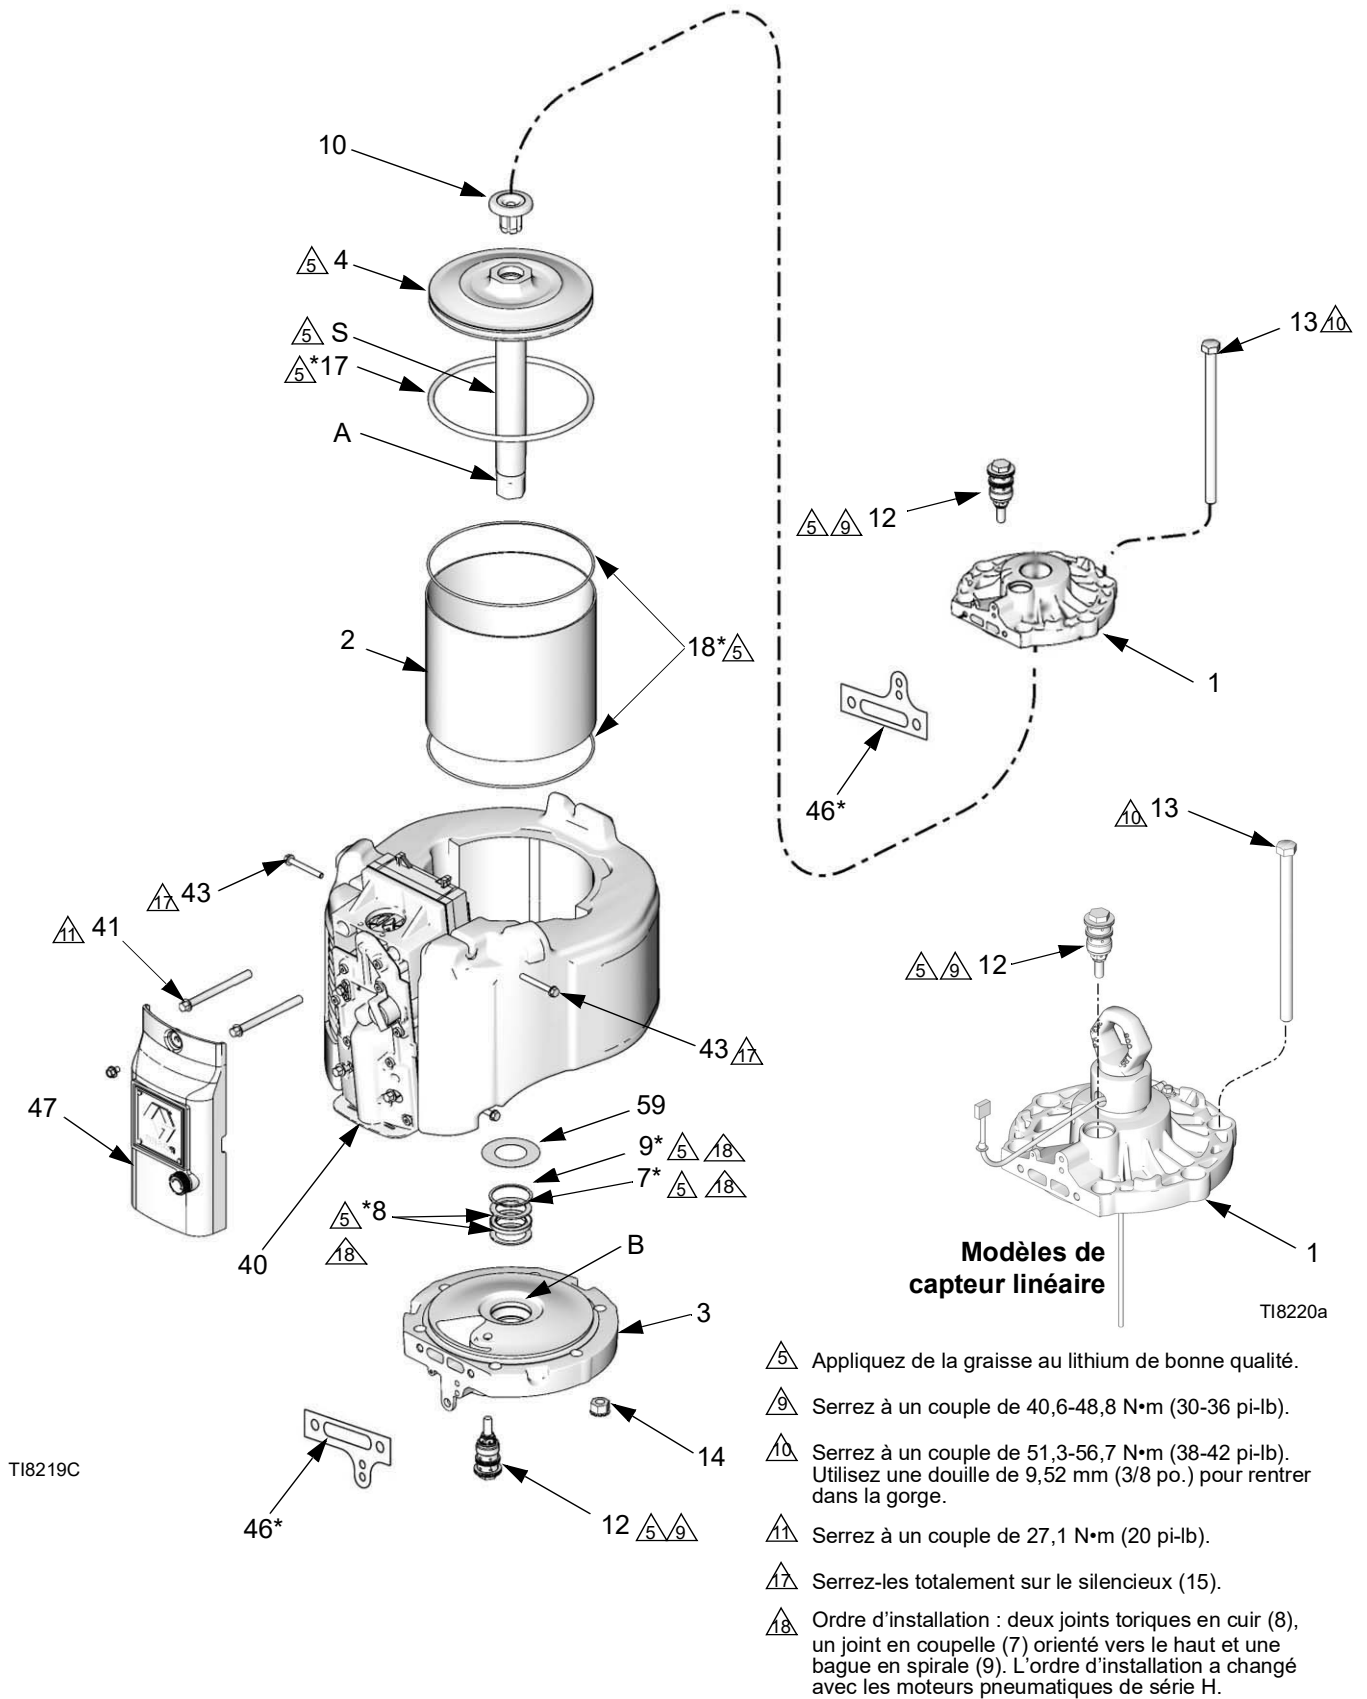

FIG. 12. Réparation du moteur pneumatique
5. Retirez le capot de vanne extérieure (47). Consultez la FIG. 12.
6. Retirez les quatre vis (43) et le silencieux (15).
7. Retirez les deux vis supérieures de la vanne d'air (41). Desserrez, mais sans les retirer, les deux vis inférieures (41). Inclinez la vanne d'air (40) pour faciliter le démontage.
8. Retirez les boulons d'accouplement (13). Utilisez un maillet en caoutchouc, frappez le dessous du chapeau supérieur (1) afin de le détacher. Soulevez le chapeau supérieur du moteur.
9. Débranchez le moteur pneumatique du bas de pompe (consultez le manuel de votre pompe). Laissez l'adaptateur de l'axe du piston (A) attaché à l'arbre (S).
10. Sortez l'ensemble de piston (4) par le haut du cylindre (2).
11. Inspectez le joint torique du piston (17). Contrôlez le piston (4) et l'axe de piston (S) pour voir s'ils sont rayés ou endommagés. Le piston de rechange (4) comprend un piston, un axe (S), un adaptateur (A) et un amortisseur (10).
12. Retirez le cylindre (2). Recherchez d'éventuelles traces de rainure ou de dommages sur la surface interne. Remplacez si elle est endommagée.
13. Retirez l'amortisseur (59), la bague de retenue (9), les joints de secours (8) et les joints en V (7) du capot inférieur (3). Inspectez ces pièces à la recherche d'usure ou de dommages. Inspectez le coussinet (B) en place (de petites rayures sont tolérées). Si le coussinet est endommagé, remplacez le capot inférieur (3).
1. Consultez la FIG. 12. Installez deux joints de secours (8\*) puis les joints en V (7\*) en orientant les lèvres vers le haut. Ensuite, installez la bague de retenue (9\*) dans le capot inférieur (3). Lubrifiez les joints. Installez l'amortisseur (59).